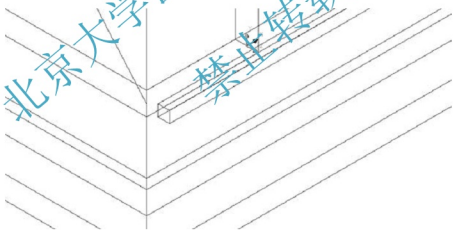

图 6.65 向 Z 轴正方向移动 120mm 后的窗台线
- ① 启动【移动】命令（快捷键 M）。
- ② 在**选择对象**：提示下，选择刚才建立的窗台线模型。
- ③ 在**指定基点或 [位移(D)] <位移>**：提示下，在绘图区域单击任意一点作为移动的基点。
- ④ 在**指定基点或 [位移(D)] <位移>**：指定第二个点或<使用第一个点作为位移>：提示下，输入“@0, 0, 120”，表示将窗台线模型向 Z 轴正方向移动 120mm，结果如图 6.65 所示。